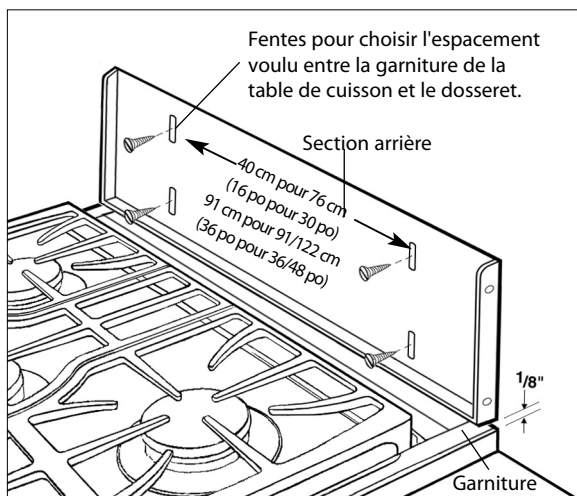

Fig.01
2. Après avoir déballé les pièces du dosseret, placez la section arrière en la centrant à 3,5 mm (1/8 po) au-dessus de la garniture fixée à la table de cuisson.* Fixez la section arrière au mur à l'aide des fixations appropriées (non fournies)(fig. 01).